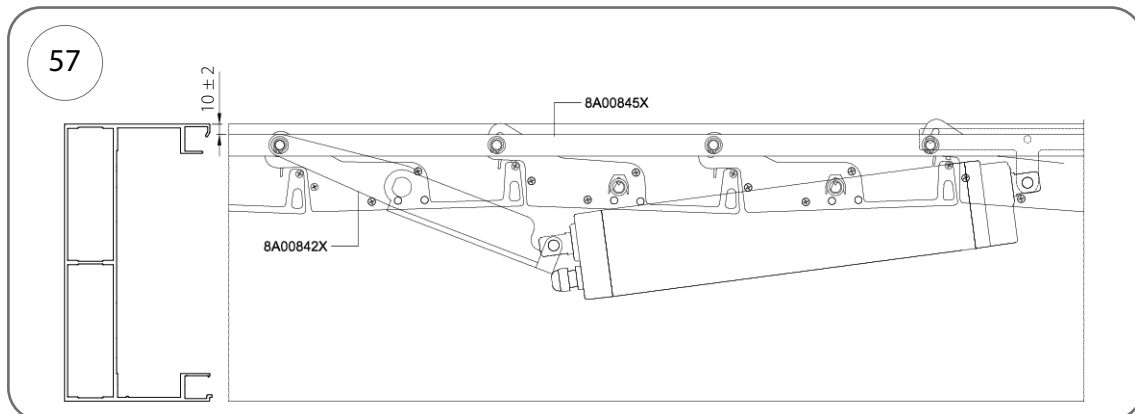

Fig. 57
3. Impostare la posizione di chiusura come mostrato in Fig. 57.